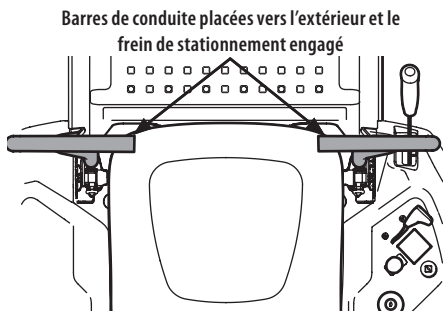

Figure 26
1. Asseyez-vous et assurez-vous que les deux barres de conduite sont poussées à fond vers l'extérieur pour engager le frein de stationnement (Figure 26). Veuillez consulter la section Première utilisation pour des instructions détaillées.